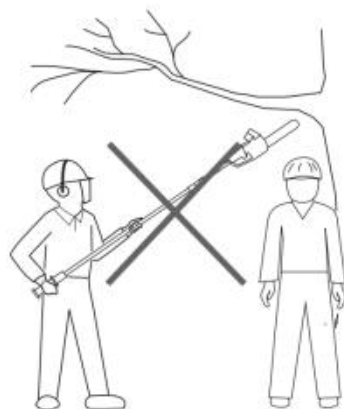

Fig. 52
5. Gardez les autres personnes éloignées de l'extrémité coupante du produit et à une distance sécuritaire de la zone de travail. Maintenez une distance minimale de 10 m avec les passants (Fig. 52).